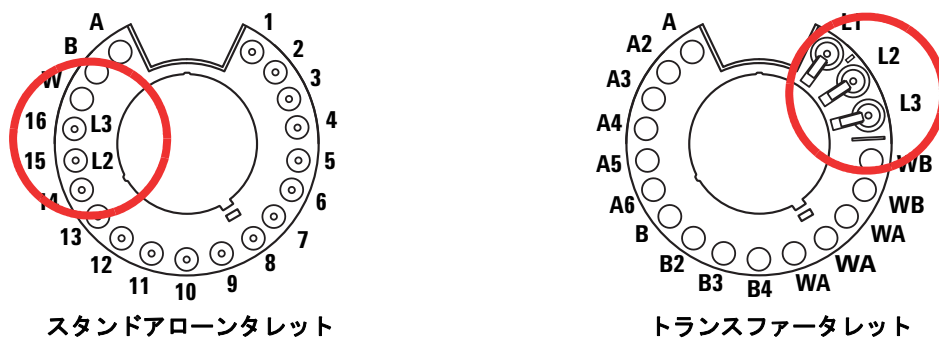

図 62 サンドイッチ注入用のタレットバイアルの配置
サンドイッチ注入でバイアルを装填するとき、スタンドアロンタレットを使用する場合には 1 ～ 14 の任意のタレットポジションに、サンプルトレイとトランスファータレットを使用する場合には 1 ～ 150 の任意のトレイポジションに、1 層目のサンプル (L1) を装填します。2 層目 (L2) および 3 層目 (L3) のサンプルバイアルは、タレットポジション L2 および L3 (図 62) にそれぞれ装填します。
- 3 溶媒 B バイアル (L3) をタレットポジション L3 に配置します。タレットポジションについては、205 ページの図 62 を参照してください。